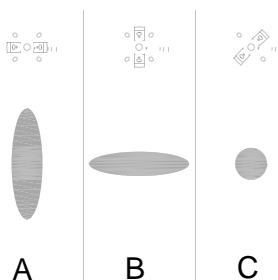

FIGURA 9.5
- Regule a forma do jato de pulverização da sua AIR PLUS SPRAY SCHULZ (ver Figura 9.5)